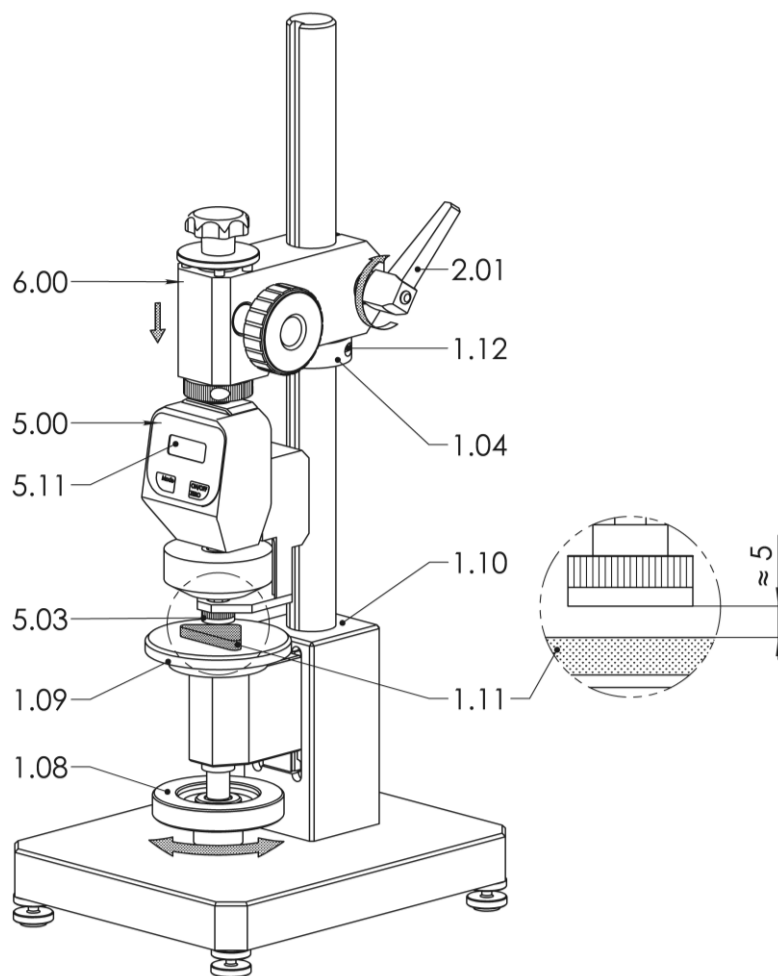

РИС. 14 РЕГУЛИРОВКА В СООТВЕТСТВИИ С ТОЛЩИНОЙ МАТЕРИАЛА
- Отрегулируйте опорный столик (1.09, Рис. 14) маховиком (1.08, Рис. 14) по высоте верхнего уступа стойки (1.10, Рис. 14) (примерно на середине расстояния перемещения опорного столика (1.09, Рис. 14)).
- Положите образец (1.11, Рис. 14) на опорный столик (1.09, Рис. 14).
- Держите одной рукой съемную консоль (6.00, Рис. 14) и ослабьте зажимной рычаг (2.01, Рис. 14) другой.
- Осторожно опустите измерительное устройство (5.00, Рис. 14), пока прижимной цилиндр (5.03, Рис. 14) не будет примерно на 5 мм выше образца (1.11, Рис. 14) и затяните зажимной рычаг (2.01, Рис. 14).
- Поднимите кольцо (1.04, Рис. 14) вверх до контакта со съемной консолью (6.00, Рис. 14) и закрутите винт (1.12, Рис. 14) гаечным ключом.